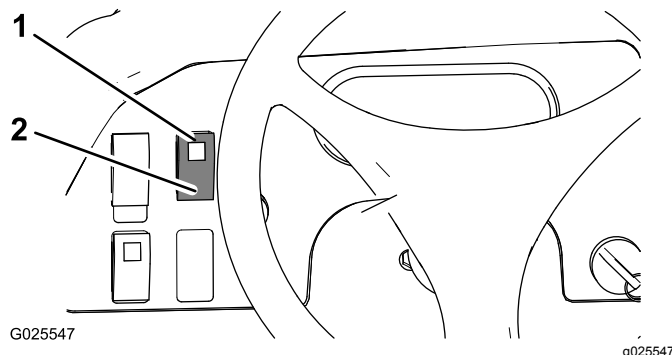

Figure 34
- Poussez l'interrupteur de blocage du différentiel vers le haut pour bloquer le différentiel (Figure 34).
- Poussez l'interrupteur de blocage du différentiel vers le bas pour débloquer le différentiel (Figure 34).